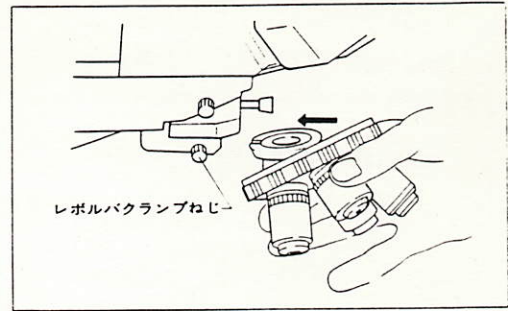

図9
- 3) 次に対物レンズの取り付いたレボルバを図9のように、中間鏡筒のレボ受けに水平に押し